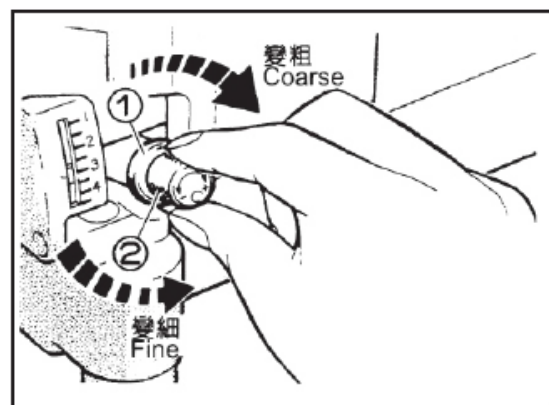

Рис. 14 (2600)
1. При повороте регулятора (1) по часовой стрелке длина стежка уменьшается, при повороте против часовой стрелки – увеличивается (см. Рис. 14).
Рис. 14а (2600S)